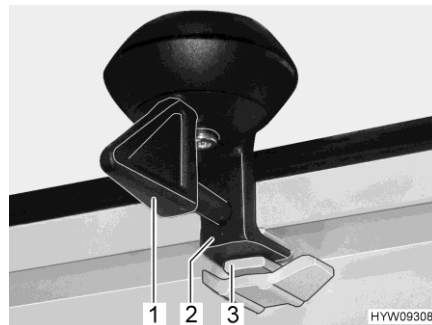

Fig. 66 Bloccaggio (posizione di ricircolo d'aria)
- Ruotare la leva (Fig. 66,1) di un quarto di giro. Il bloccaggio (Fig. 66,2) deve entrare nella rientranza superiore (Fig. 66,3).